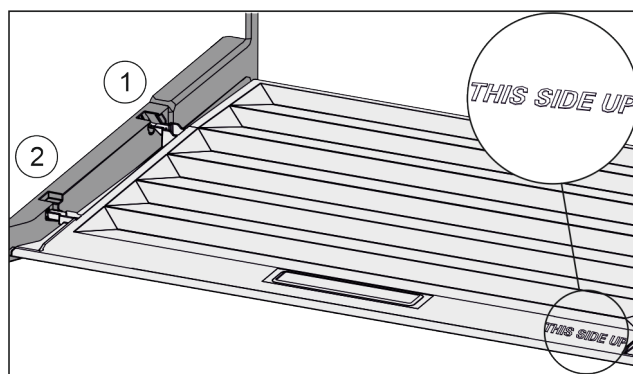

Fig. 129
- ▶ Ramiona pokrywy wprowadzić ponad otworem tylnego uchwyty Fig. 129 (1) i zazębić z przodu w uchwycie Fig. 129 (2).